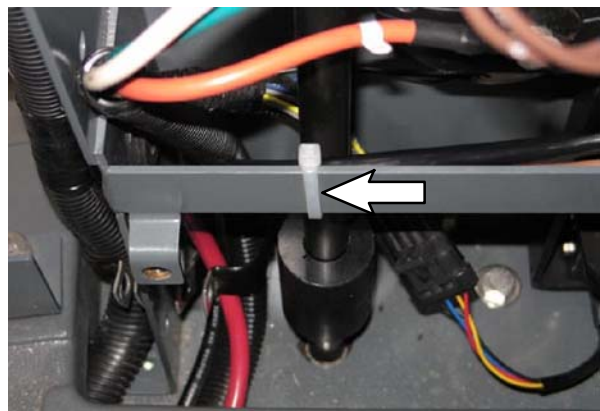

FIG. 51
30. Gire el volante de modo que la rueda delantera vuelva a apuntar hacia la parte delantera de la máquina. (Fig. 51)